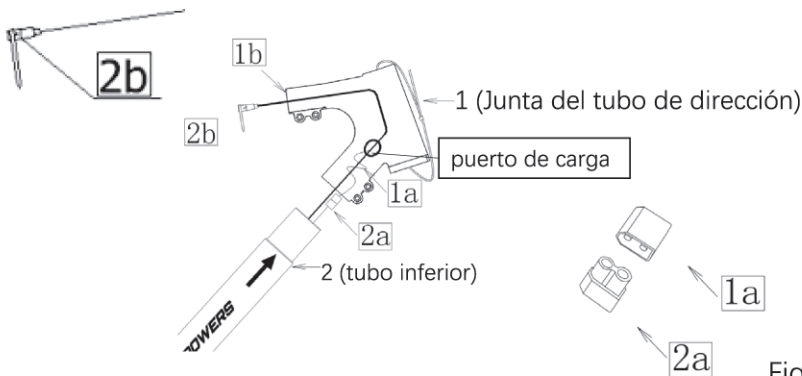

Figura 3.
b. Pase la pieza 2-2b (con la brida para cables) por la pieza 1-1b, como se muestra en la Figura 3.
c. Extraiga el cable de resorte de carga (1a) de la pieza 1, emparéjelo con el cable de carga (2a) y asegúrese de que estén completamente conectados, como se muestra en la Figura 3.